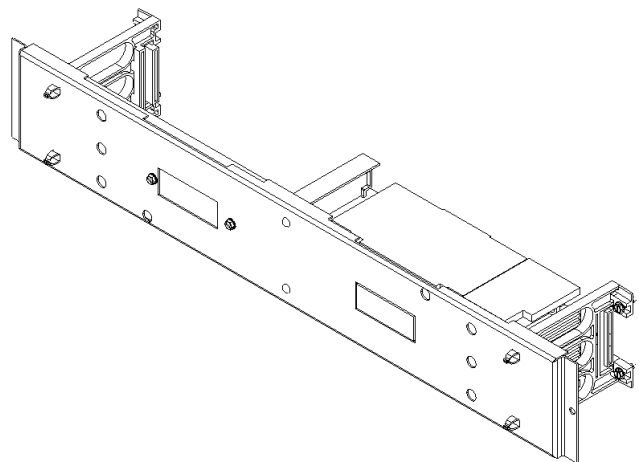

Figure 5. Disjoncteur attaché à la plaque de l'obturateur.
5. Attacher le disjoncteur au couvercle. Endencher le couvercle assemblé du disjoncteur sur les griffes flexibles des soutiens de l'obturateur, comme montré à la Figure 5.